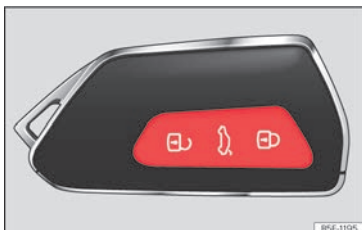

Abb. 75 Funkschlüssel: Tasten
- Verriegeln: Drücken Sie die Taste **»» (Abb. 75).**